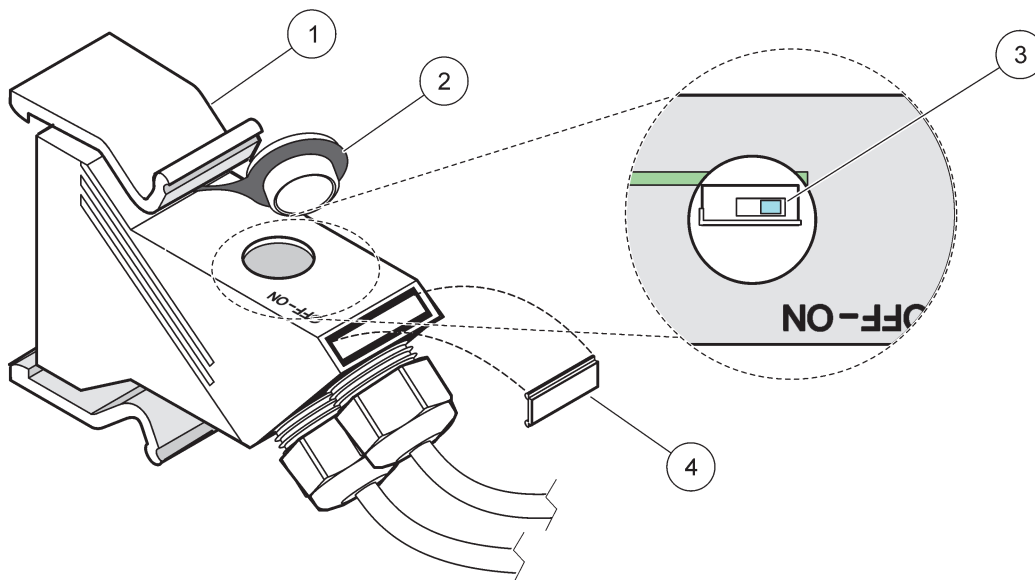

Bild 32 Einstellen eines Abschlusswiderstands (DIP-Schalter im Stecker)
14. Setzen Sie einen Abschlusswiderstand am letzten Netzwerkanschluss auf die EIN-Position (siehe Bild 32 und Tabelle 11).